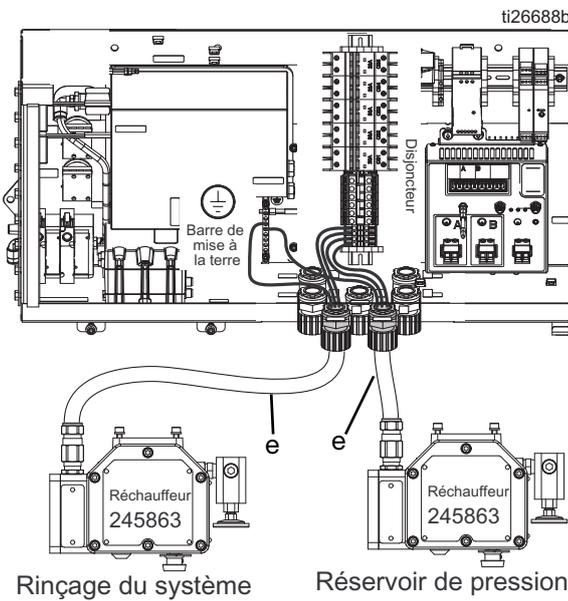

FIG. 17
- Pour les modèles pour endroits dangereux,** raccorder les cordons électriques (e) pour le réchauffeur des réservoirs et le réchauffeur de rinçage aux borniers. Voir FIG. 17.